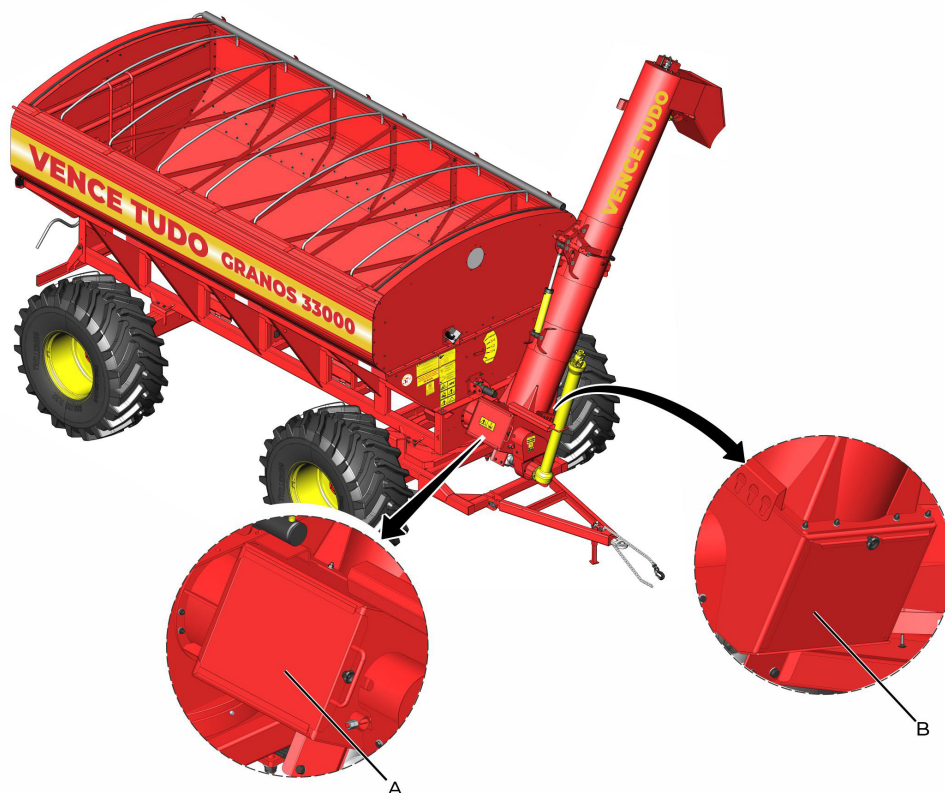

fig. 16
Ubicadas en la parte inferior del tubo de descarga, se encuentran dos compuertas manuales, una superior (A) (fig.16) y una inferior (B) (fig.16), que solamente se podrá abrir cuando necesite realizar algún mantenimiento o limpieza; más allá de eso, la compuerta deberá permanecer totalmente cerrada, para evitar la fuga de granos durante la activación del tubo de descarga.